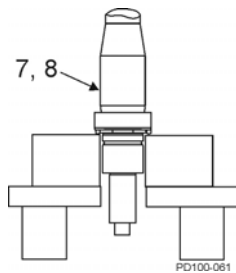

Figura 77 - Lubrifique o eixo
1. Lubrifique a área dos rolamentos dianteiros do eixo (Figura 77, item 7, 8) com óleo ou graxa. Posicione-a voltada para cima em uma prensa hidráulica com o terminal úmido voltado para baixo.